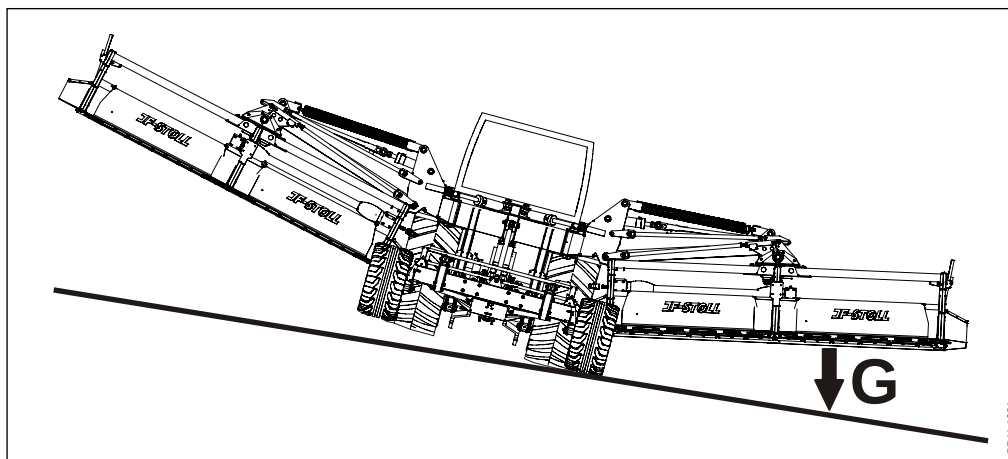

Fig. 3-12
**Fig. 3-12.** Beim Einsatz auf welligem Gelände immer auf die Stabilität der Maschine achten, besonders bei angehobenen Schneidwerken. Das Gewicht **G** des Schneidwerks wird versuchen, die Maschine und den Schlepper umzukippen.